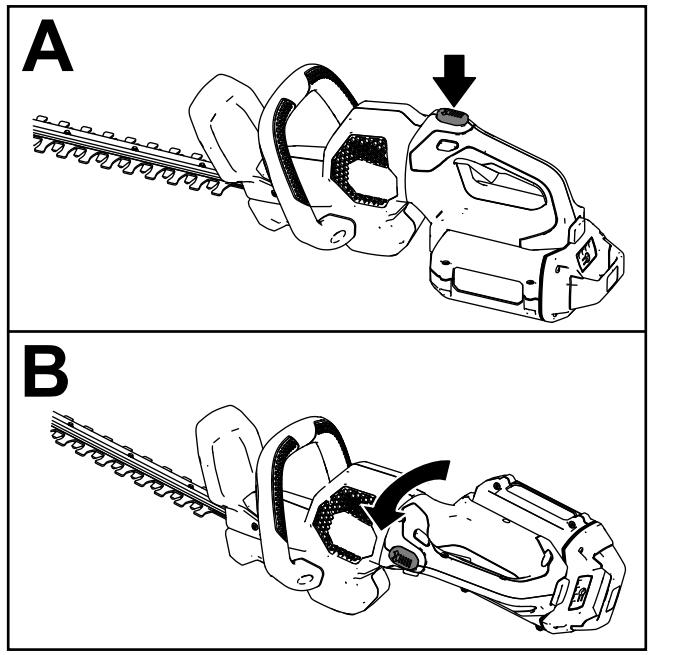

Figura 8
- Mantenga pulsado el botón de bloqueo de la rotación (Figura 8, A).
- Rote la empuñadura 90° a la izquierda o a la derecha dependiendo del sentido de corte deseado, luego suelte el botón de bloqueo de la rotación para bloquear la empuñadura en la posición deseada (Figura 8, B).